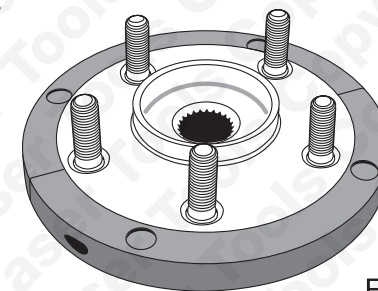

Fig 2
- Consultar a fig. 2: Monte as meias-luas de inserção (A) na unidade nova de flange/rolamento e fixe com os parafusos de montagem (D) fornecidos.
- Monte as quatro cavilhas de tracção (E) no prato de tracção (B). O anel de vedação em borracha na cavilha de tracção irá fixá-la no receptáculo do prato de tracção.